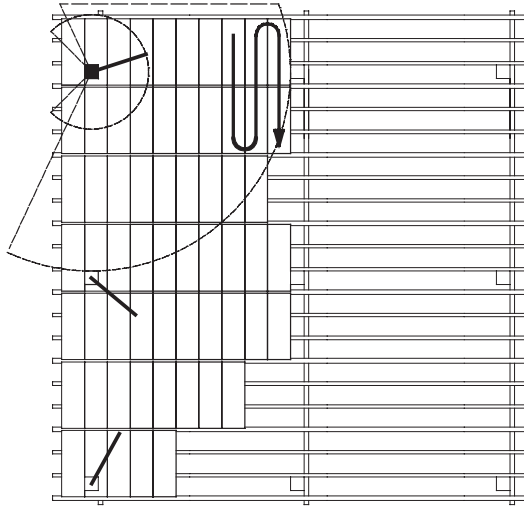

Abbildung 36. Abdeckprozess nach Wechsel der Verankerung.
4. Verbinden Sie sich mit einem angrenzenden SkyReach Anker und fahren Sie fort, indem Sie die mit diesem Anker erreichbaren Bereiche abdecken. Siehe Abbildung 36. Wiederholen Sie den Vorgang mit den Ankern in den übrigen Stützen, die benötigt werden, um die gesamte Fläche abzudecken.